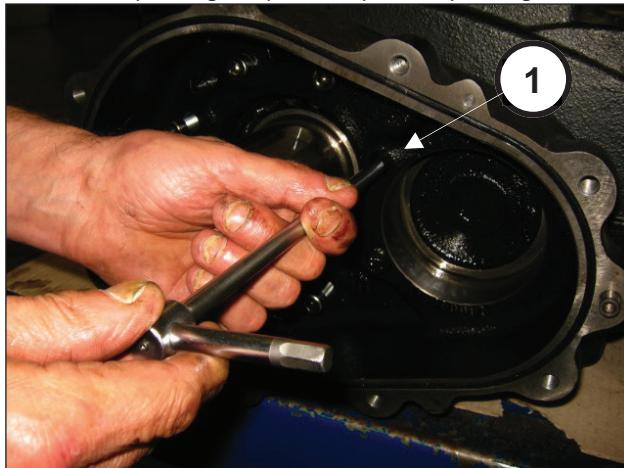
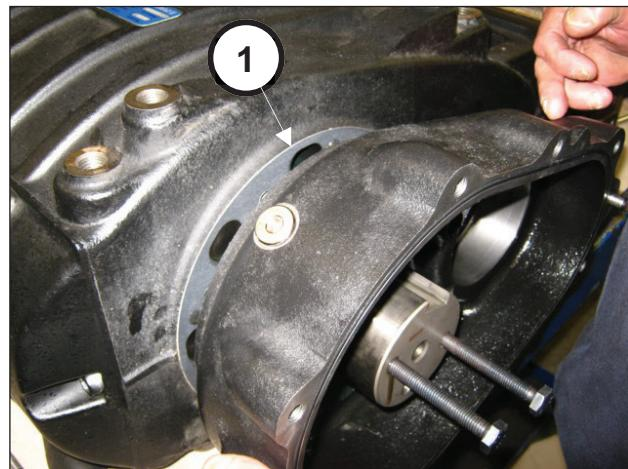

Fig. 22
Fig. 23
Du côté opposé, dévisser les vis de fixation du carter de réducteur (rep. ①, Fig. 22) puis le déposer (rep. ①, Fig. 23).